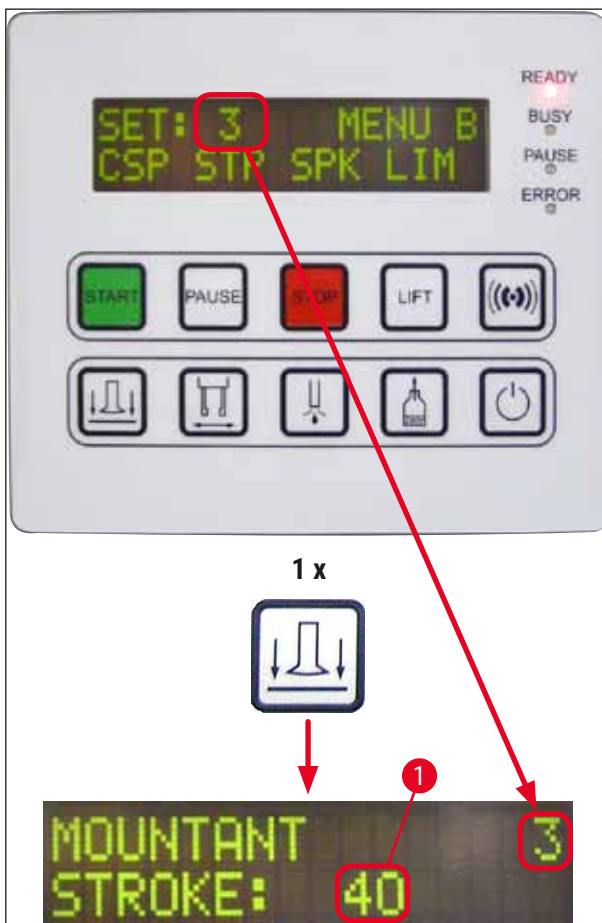

Abb. 40
1. Um die Länge des Eindeckmedienauftrags (**STK**) zu ändern, drücken Sie die Taste **RELEASE COVERSLIP** (DECKGLAS FREIGEBEN) (→ Abb. 40).